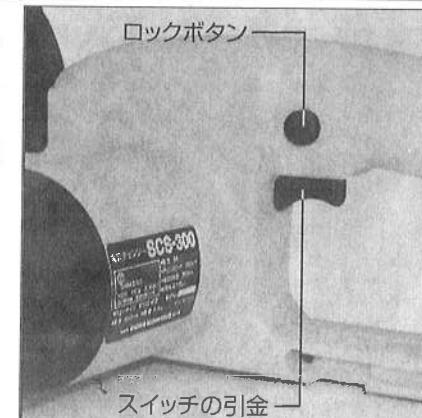

図11
- 本機は安全のため、ロックボタンを押し込んだ状態でスイッチの引金を引けば入り、離せば切れます。(図11参照)